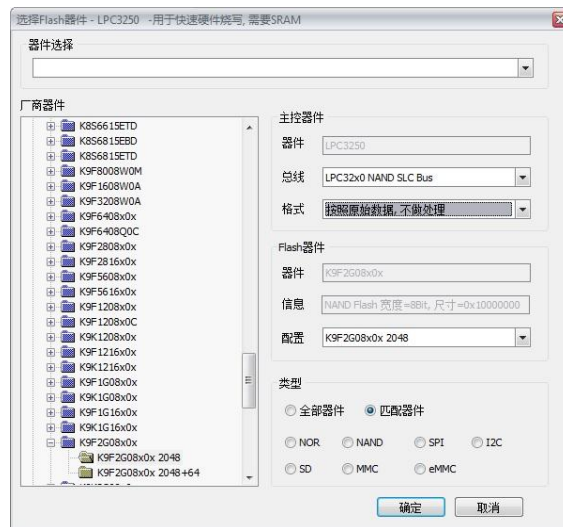

图 3.10 Flash 管理器
2. 在【程序烧写】中，点击添加硬件算法，这时会弹出如图 3.10 所示的对话框；